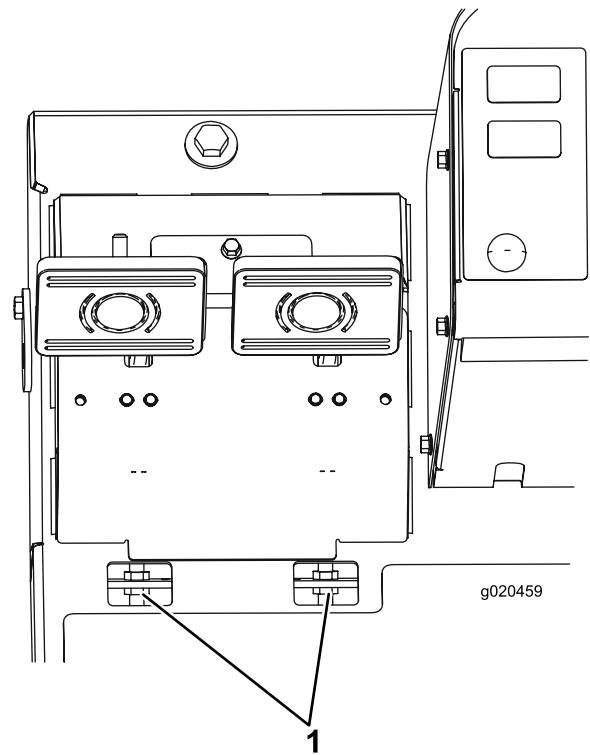

Bild 91
- B. Lockern Sie die vordere Mutter an der Gewindeseite des Bremszuges (Bild 91).